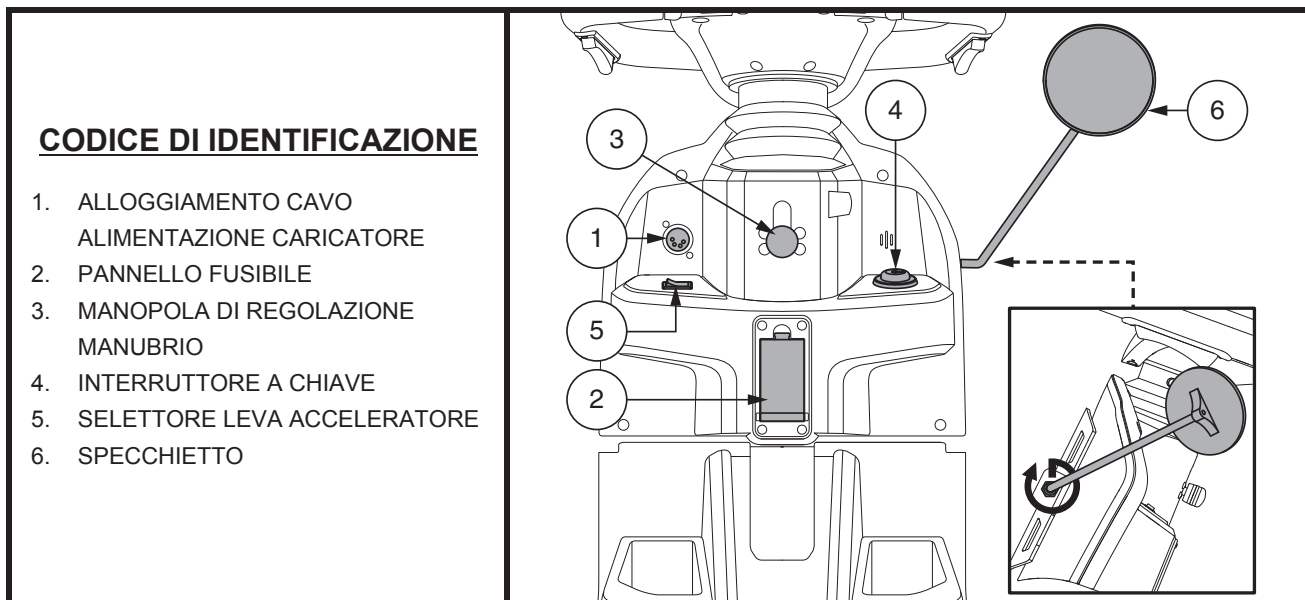

Figura 4. Componenti parte inferiore manubrio
Il cavo di alimentazione del caricatore esterno si collega a questa porta per caricare le batterie. La porta del caricatore esterno si trova sul manubrio. **Vedere figura 4.**
- Inserire la chiave nell'apposito interruttore e quindi ruotare in senso orario per alimentare (accendere) il PMV. **Vedere figura 4.**
Questo selettore consente di stabilire quale leva dell'acceleratore (destra o sinistra) abilitare. **Vedere figura 4.**